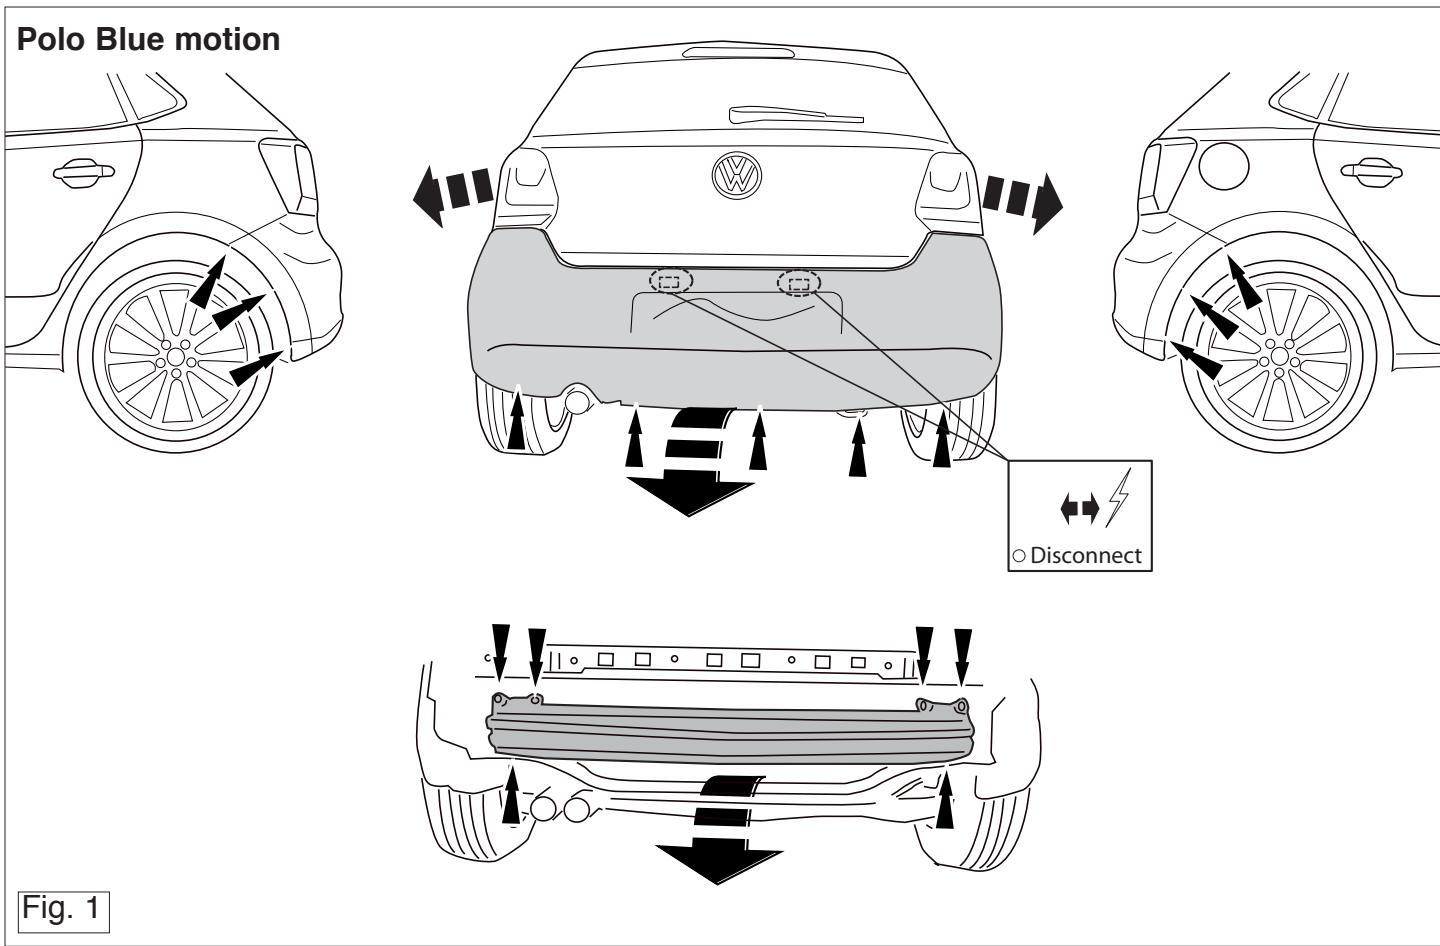

Fig. 1
2. Die Stoßstange einschließlich des stählernen Stoßbalkens vom Fahrzeug abmontieren. Der Stoßbalken wird nicht mehr benötigt. Die Muttern wieder anbringen. Siehe Abbildung 1,1a.